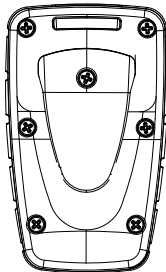

Abb. 10. Batterieabdeckung und Schrauben zur , die Abdeckung halten
1. Die Batterieabdeckung öffnen, indem die 6 äußeren Schrauben auf der Rückseite des Sendergehäuses herausgedreht werden (siehe Abb. 10 auf der vorhergehenden Seite).